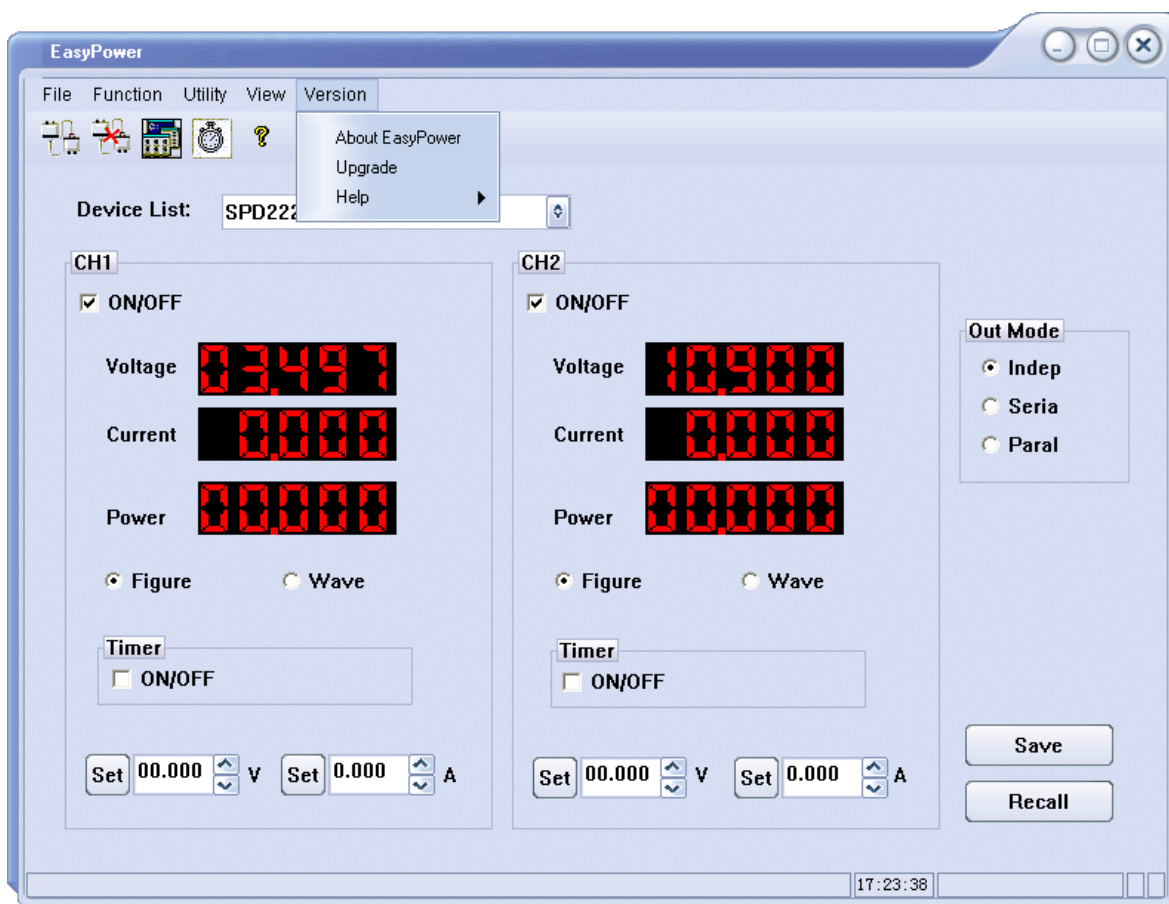

Figure 1
2. Cliquez sur Version et puis choisissez Upgrade dans le menu déroulant pour entrer dans la fenêtre de dialogue de mise à jour du firmware USB. Voir la figure 1 :